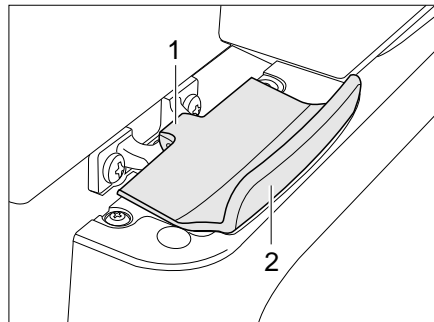

Bild 330 Verriegelung der Kühlschranktür, geschlossen (Thetford)
- Kühlschranktür am Griff (Bild 330,2) öffnen. Die Verriegelung (Bild 330,1) wird automatisch gelöst.